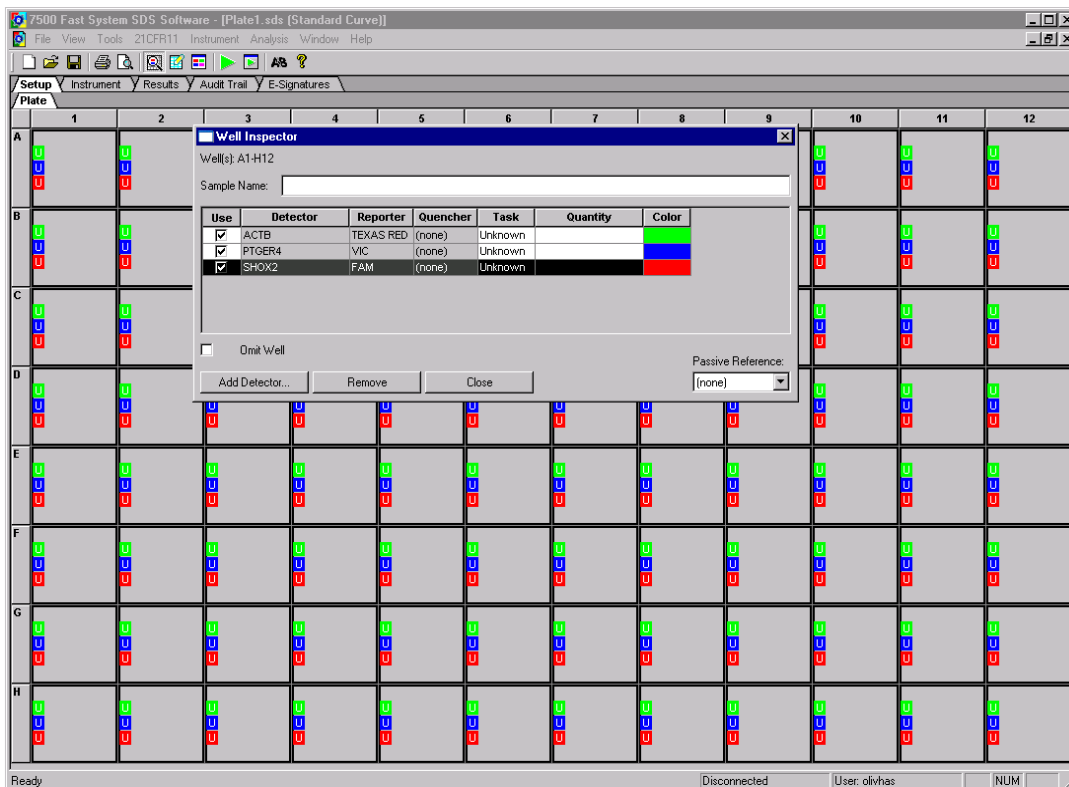

Abbildung 2: „Screenshot“ nach Bestätigung der Einstellungen im 'Well Inspector' Fenster.
- Überprüfen Sie, dass die passive Referenz auf "(none)" gesetzt ist (siehe Abbildung 2).